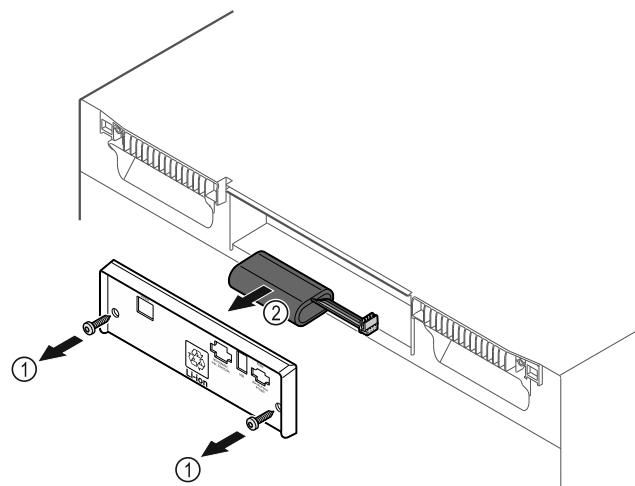

Fig. 235
- Викрутити гвинти і зняти кожух на задньому боці пристрію Fig. 235 (1).
- Батарею від'єднати та вийняти Fig. 235 (2).